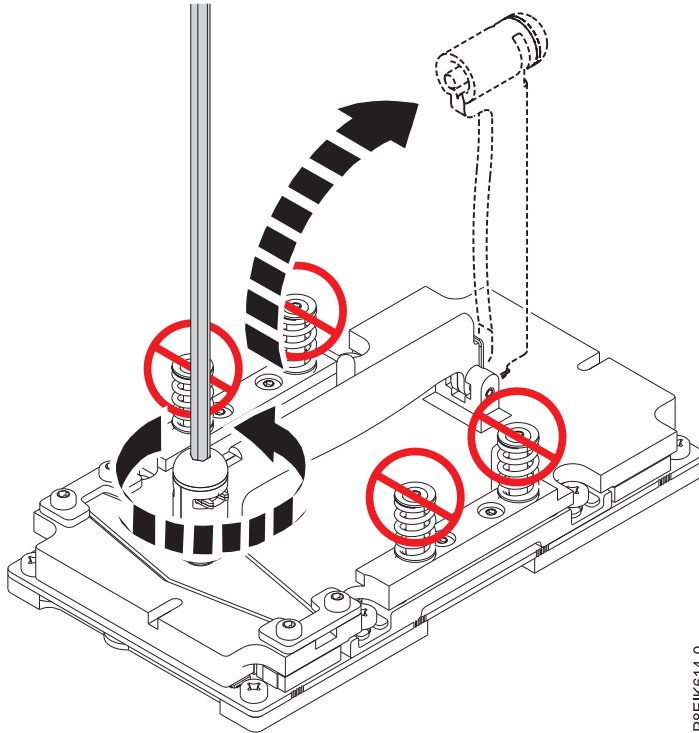

Figure 32. Ouverture du bras de maintien de la plaque froide
2. Pour chaque GPU, assurez-vous que le bras de maintien de la plaque froide est en position ouverte (voir figure 32, à la page 27).